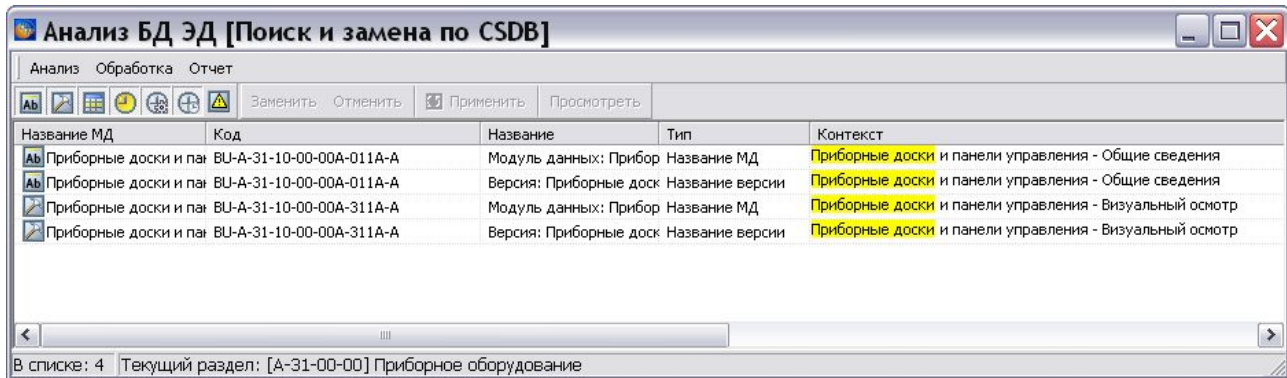

Рис. 8.222
8. В окне **Анализ БД ЭД** появится результат поиска (Рис. 8.222).